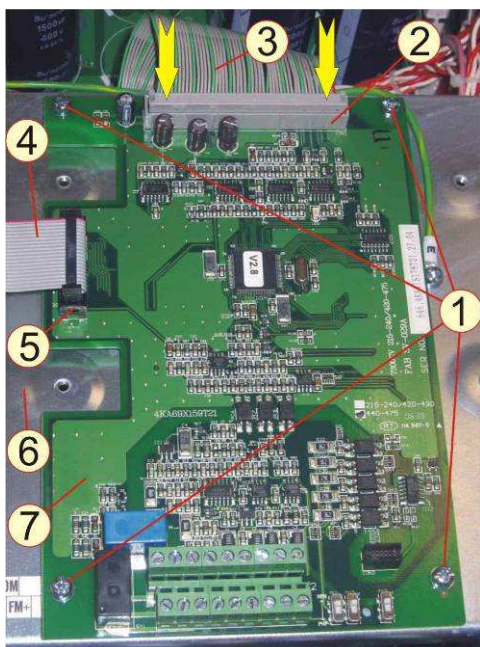

Рисунок 7.6 – Установка платы центрального процессора:
7.4.1 Взять плату центрального процессора 7, установить ее на панель 6, вкрутить четыре винта 1 (рисунок 7.6).
7.4.2 Соединить розетку кабеля 3 с вилкой 2 на плате центрального процессора (рисунок 7.6).
7.4.3 Взять кабель пульта 4, соединить розетку кабеля с разъемом 5 на плате центрального процессора (рисунок 7.6).